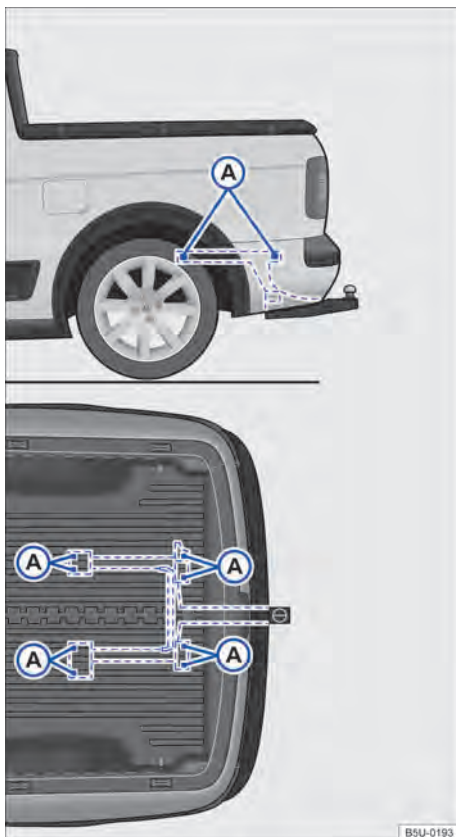

Fig. 88 Pontos de fixação para instalar um dispositivo de reboque posteriormente.
A montagem posterior de um dispositivo de reboque deverá ser efetuada de acordo com as instruções do respectivo fabricante do engate, sempre respeitando os pontos de fixação indicados na ⇒ Fig. 88 (A).